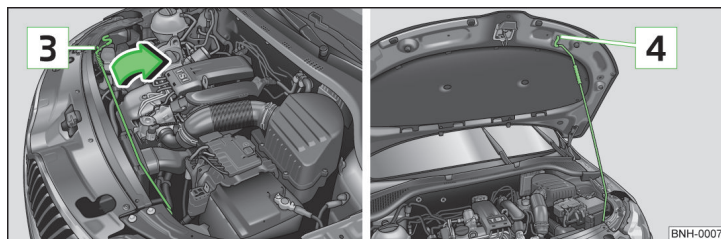

Fig. 112 Asegurar el capó del vano motor
- Retirar la varilla de apoyo desde la fijación **3** en el sentido de la flecha » fig. 112 y asegurar el capó abierto colocando el extremo de la varilla en el orificio **4**.